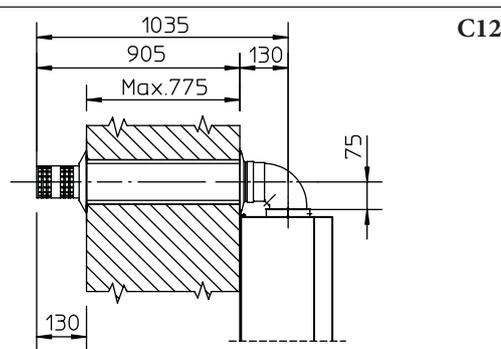

Fig. 1-16
- Applicazione con uscita posteriore (Fig. 1-16). La lunghezza del tubo di 970 mm permette l'attraversamento di una parte di spessore massimo di 775 mm. Normalmente sarà indispensabile accorciare il terminale. Determinare la misura sommando questi valori: Spessore parte + sporgenza interna + sporgenza esterna. Le sporgenze minime indispensabili sono riportate in figura.